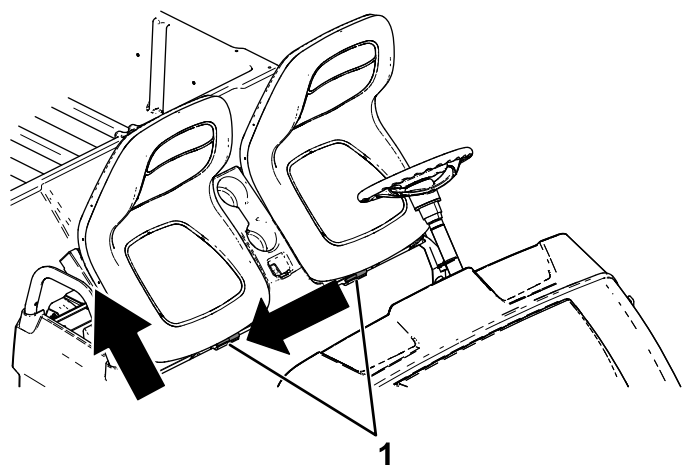

Figure 25
2. Poussez l'ensemble sièges sur le côté pour le dégager des goupilles, puis soulevez-le (Figure 25).